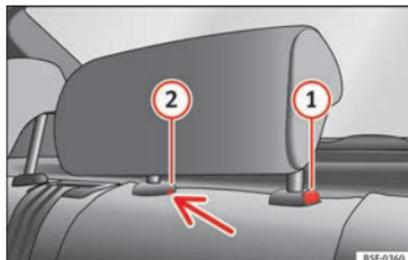

Fig. 106 Poggiatesta per il sedile posteriore centrale: punto di blocco.
- Per regolare il poggiatesta ad un'altezza inferiore, premere il tasto  » **fig. 106** e farlo scorrere verso il basso.
- Premere il tasto  » **fig. 106** e contemporaneamente estrarre il poggiatesta dallo schienale » .
- Inserire un cacciavite nella posizione  » **fig. 106** della cavità e contemporaneamente estrarre il poggiatesta dallo schienale » .